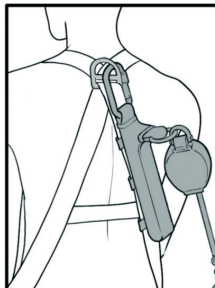

fig.3
3. Bevestig de klittenbandsluitingen aan het juiste gedeelte van de harnasband om het schokabsorberend pakket vast te houden (fig. 3).